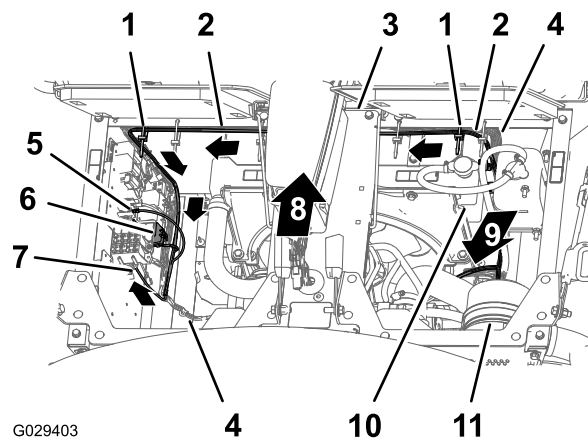

图 12
- 沿着散热器的左侧向下安装线束的 197cm 发动机舱支管穿过配电板的底部 图 12。
- 如 图 12 所示用 2 个扎带将修整组件的线束固定到机器线束上。